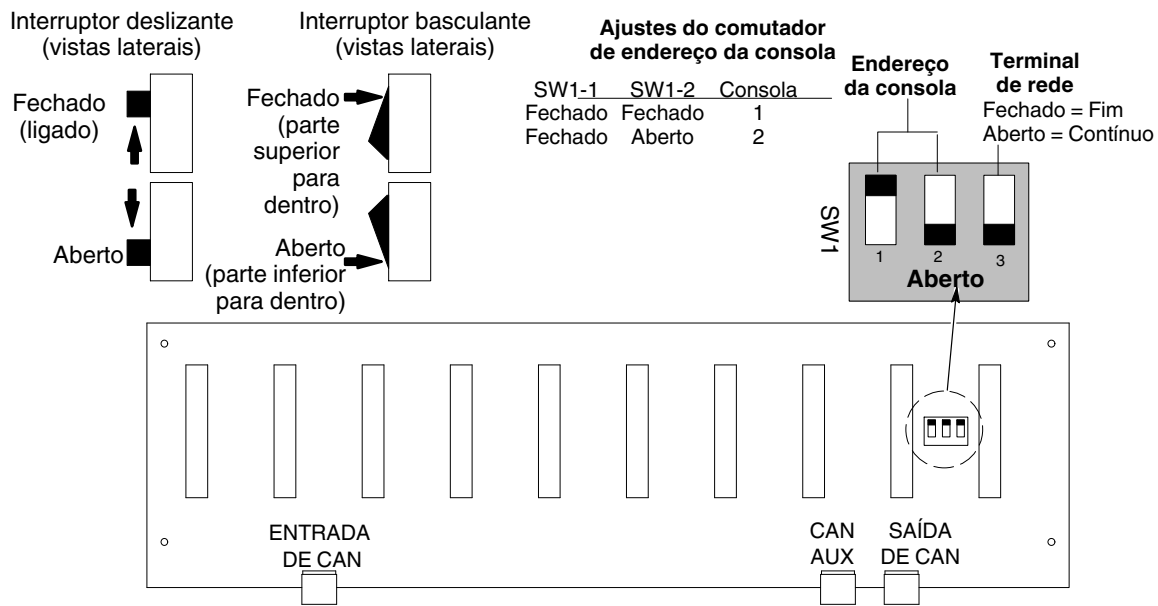

Figura 3-2 Ligações de rede de CAN, endereços de consolas, e terminação
Consulte a figura 3-2.
**Endereço da consola (SW4-3, 4):** Ajuste os interruptores 3 e 4 para o endereço da consola, o qual é igual ao endereço ajustado para o interruptor DIP na superfície plana posterior ilustrado na figura 3-2.